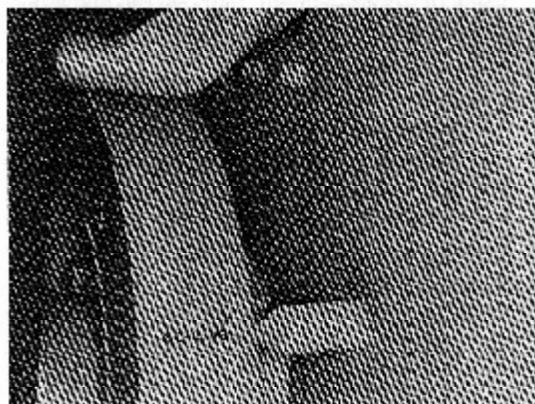

Рис. 2-59. (K21917) Метки для регулировки клапана на вибропоглотителе (КТ/КТА38)
- Если смотреть на двигатель со стороны вибропоглотителя, Рис. 2-59, совместите метки на поглотителе со стрелками на кожухе коробки скоростей.